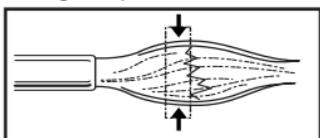
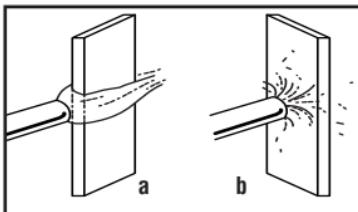

Figura 4:
Figura 5: Ángulo Del Calor
- Técnica de calentamiento:** La zona de calor máximo de la boquilla de aire y combustible es muy concentrada. Está situada a una distancia equivalente a 1 ó 2 diámetros de boquilla del extremo de la boquilla (La figura 4). Si coloca el soplete demasiado cerca o demasiado lejos, el calor será considerablemente menor. El ángulo en que se aplica el calor también puede aumentar el calor en el punto a soldar (La figura 5).